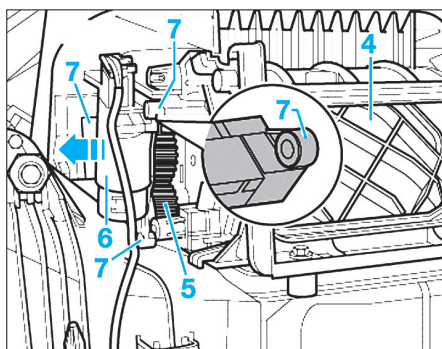

Fig. 40
- Passer la main dans l'ouverture d'aspiration du mode recyclage de l'air ambiant et amener le volet d'air de recyclage d'air (4) dans la position de fonctionnement sur "air frais" (l'ouverture d'aspiration du recyclage de l'air est obturée).
- Écarter le pignon (5) (Fig.40).
- Mettre en place le servomoteur (6) dans les fixations (7) et sur le pignon (5).